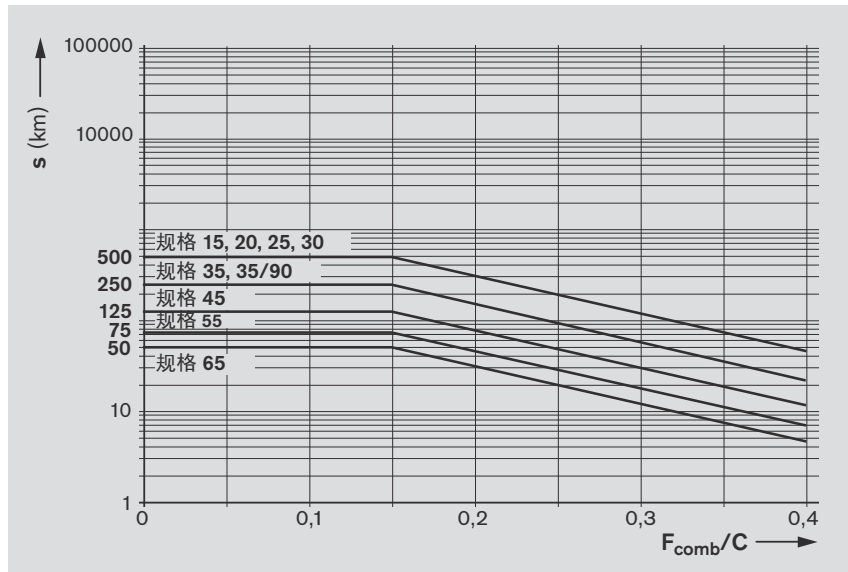

图 5
- 当达到图 5 或 6 254 规定的补充润滑周期时，请根据表 12 的补充润滑量进行补充润滑。
- 当达到图 5 或 6 254 规定的补充润滑周期时，请根据表 13 的补充润滑量给每个润滑接口进行补充润滑。